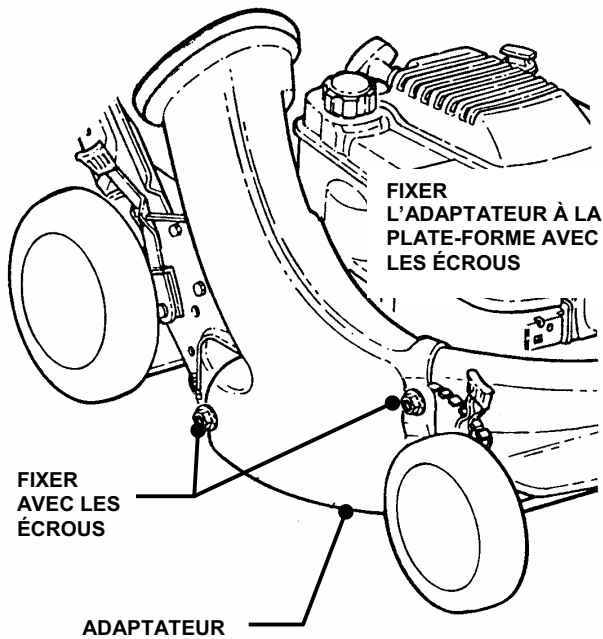

FIGURE 2.10
ÉTAPE 1 : Installez l'adaptateur du sac à herbe et fixez-le sur le côté et le haut de la plate-forme avec les deux écrous disponibles sur la machine. L'encoche sur le bord avant de l'adaptateur doit être sous l'écrou situé en haut de la plate-forme (voir figure 2.10).